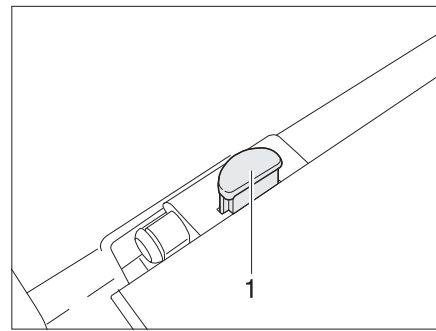

Bild 33 Verriegelung Tischplatte
- An der Verriegelung der Tischplatte den Entriegelungsknopf (Bild 33,1) drücken.